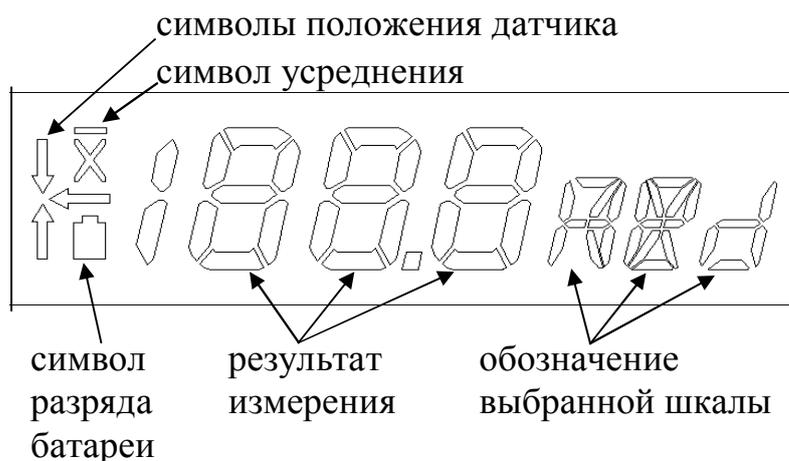

Рис. 2. Индикатор твердомера ТЭМП-4 (показаны все символы)
4.5. При включении прибора кнопкой «ВКЛ» на индикаторе отображается результат последнего измерения по соответствующей шкале, по которой он был получен, а также другая дополнительная информация в соответствии с рис.2 и 3.
6.6. Среднее значение результатов измерений вычисляется при нажатии кнопки «Х», после чего все значения измерений, сохраняемые в буфере усреднения данных, автоматически стираются, и на индикаторе появляется усреднённое значение твёрдости по выбранной ранее шкале. Усреднённое значение отмечается появлением на индикаторе символа усреднения (см. рис. 2 и 3). Усреднённые значения сохраняются в энергонезависимой памяти прибора после выключения и включения. Усреднение производится по всему массиву данных измерений, а если их количество превышает 100, то по последним 100 измерениям. Алгоритм усреднения представляет собой вычисление среднего арифметического всей выборки результатов измерений с отбрасыванием минимального и максимального значений. Если количество усредняемых данных измерений меньше трёх, то усреднение не происходит, на индикатор выводится 0 как признак некорректного проведения операции усреднения.